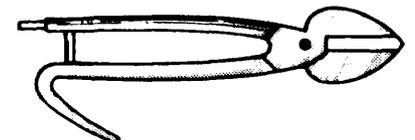

Fig. 2
b) Tijera de láminas largas, para cortes rectos y curvos de radio grande (fig. 2).